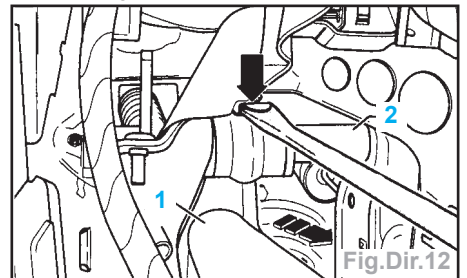

Fig.Dir.12
- Faire pression (flèche) à l'aide d'un tournevis (Fig.Dir.12).